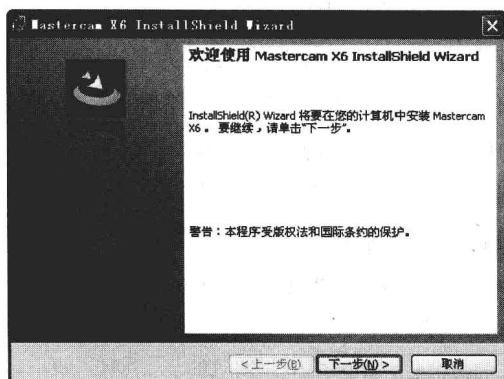

图 1-3 “Mastercam X6 InstallShield Wizard”界面
STEP 03 随后弹出如图 1-3 所示的“Mastercam X6 InstallShield Wizard”界面。